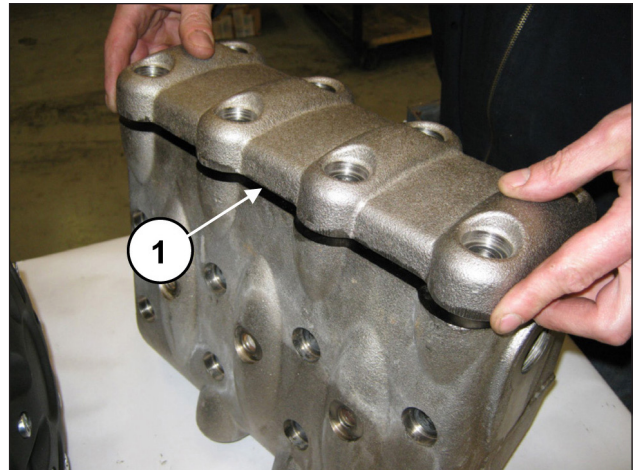
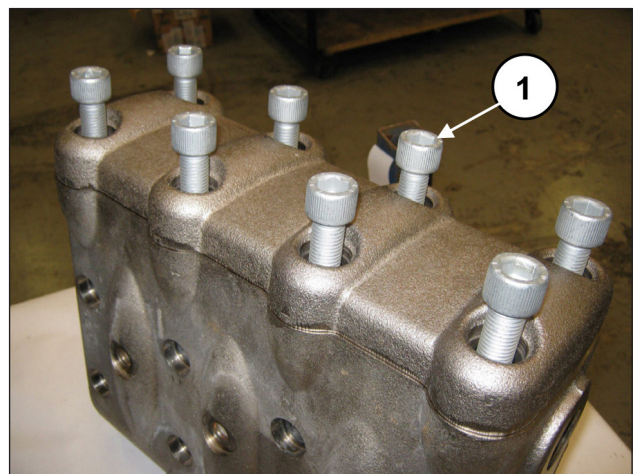

Abb. 126
Abb. 127
Setzen Sie die Ventilkappe samt O-Ring und Stützring ein. Bringen Sie nach Montage der Ventilgruppen und Ventilkappen den Ventildeckel an (Pos. ①, Abb. 126) und ziehen Sie die 8 Schrauben M16x55 fest (Pos. ①, Abb. 127).